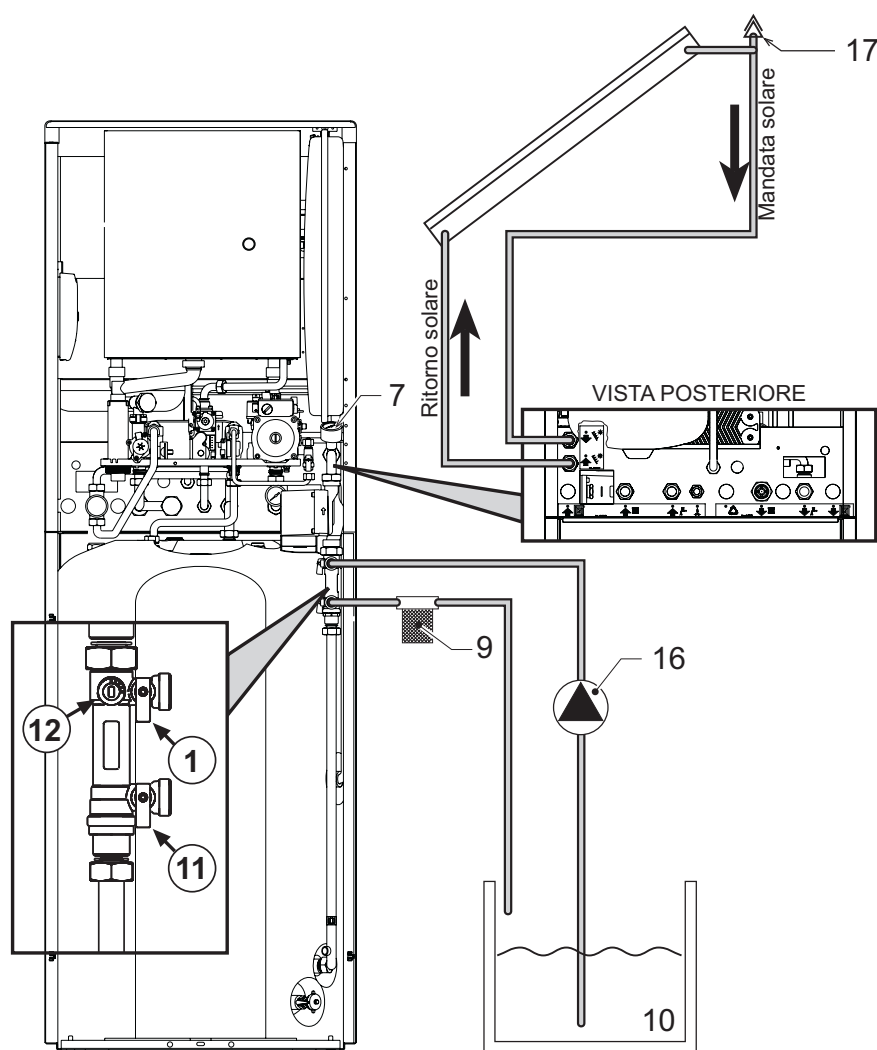
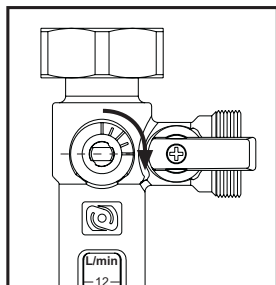

fig. 31 - Circuito solar
fig. 32 - Cerrado
Abrir el purgador de aire del circuito de los colectores solares (17 - fig. 31).
Quitar los paneles frontales de la caldera. Abrir la llave de llenado (1- fig. 31) y la de descarga (11 - fig. 31) del circuito solar.
Conectar una manguera entre la llave (11) y el recipiente (10 - fig. 31), y otra entre la bomba (16 - fig. 31) y la llave (1).
Girar a la posición horizontal (fig. 32) el tornillo de regulación del limitador de caudal (12 - fig. 31) para cerrarlo.
Accionar la bomba (16) para llenar el circuito de fluido caloportador hasta que éste salga por la llave de descarga (11 - fig. 31).
Eliminar el aire mediante el purgador de los colectores (17 - fig. 31) para mantener el fluido en circulación.
Llevar la presión a 4,5 bar y cerrar la llave (1 - fig. 31).
Esperar unos minutos, efectuando un control visual de los racores y las soldaduras, y medir otra vez la presión, que debe mantenerse estable en el manómetro (7 - fig. 31).
Desconectar las mangueras y la bomba de llenado de las llaves (1) y (11) de la fig. 31.